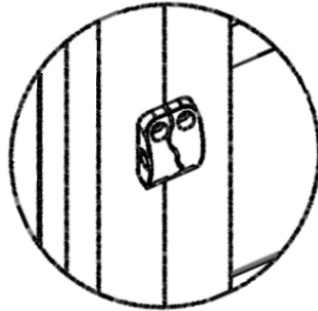

Рис. 6. Линейный соединитель
- 7.1.13. При стягивании двух блоков на линейный соединитель (рис.6), уплотнить место смыкания блоков демпферной лентой.